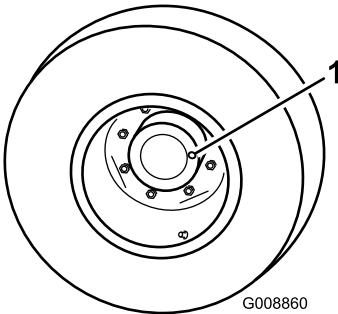

Figura 41
1. Con la macchina parcheggiata su una superficie pianeggiante, posizionate la ruota in modo che il tappo di controllo/riempimento (Figura 41) si trovi nella posizione ore tre o nove.